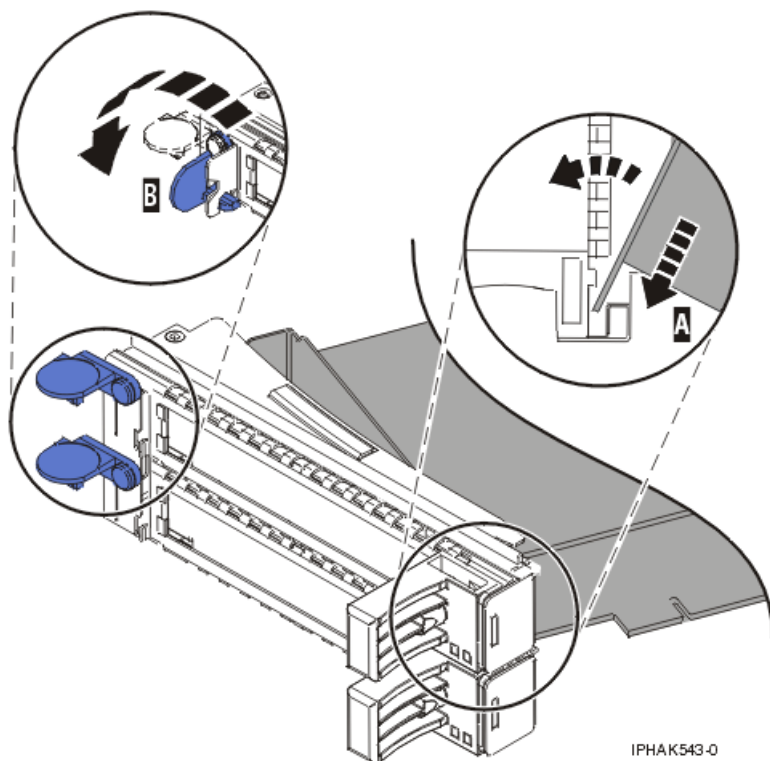
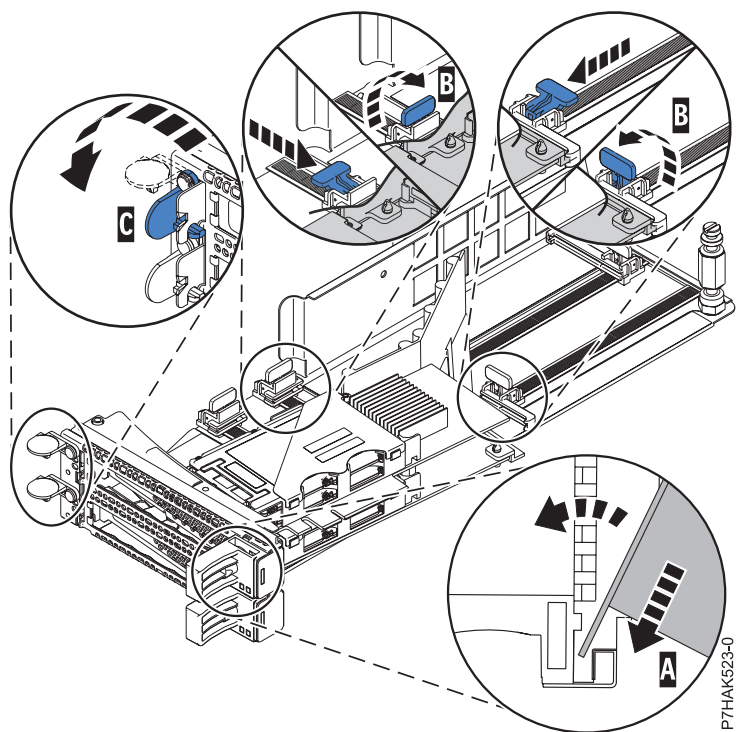

Figura 51. Adaptador que se ha vuelto a colocar en la casete de adaptador PCI
Figura 52. Sustitución de un adaptador RAID PCIe y SAS SSD en la casete del adaptador PCI
- a. Con la abrazadera de la contrapunta en posición de abierto, inserte con firmeza el adaptador en el canal (A) de retención de la contrapunta. Para un adaptador PCI típico, consulte Figura 51 en la página 72. Para un adaptador RAID PCIe y SAS SSD, consulte Figura 52 en la página 72.
- c. Cierre la abrazadera de la contrapunta (C).